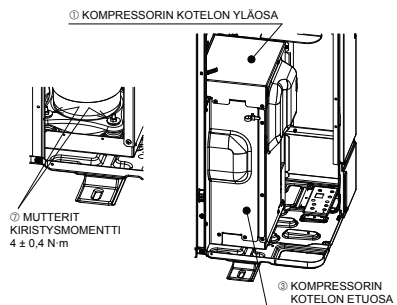

Fig. 4-2
- Kun kompressorin kiinnitysosa on irrotettu, muista kiristää mutterit ja palauttaa kompressorin kotelon yläosa ja etuosa takaisin alkuperäiseen tilaansa. (Fig. 4-2)